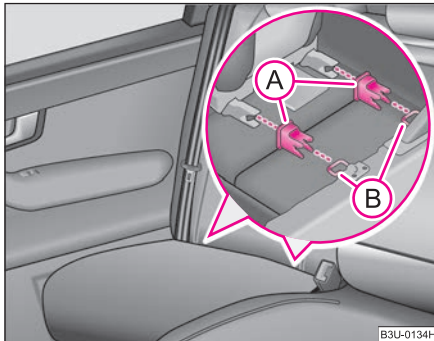

Abb. 128 Halteösen (ISOFIX-System)
- Stecken Sie die Aufnahmetrichter **A** auf die Halteösen **B** zwischen Rückenlehne und Sitzfläche ⇒ Abb. 128.